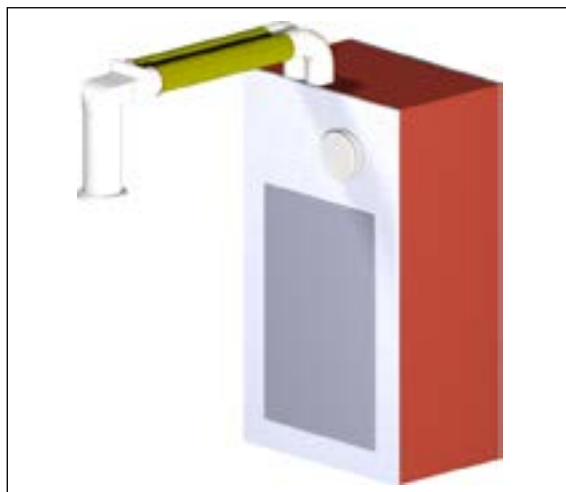

Рис. 5: внутрстенный монтаж U2 с подключением воздуховодов
- Внутрстенный монтаж U2 с подключением воздуховодов (см. рис. 5 на стр. 6)